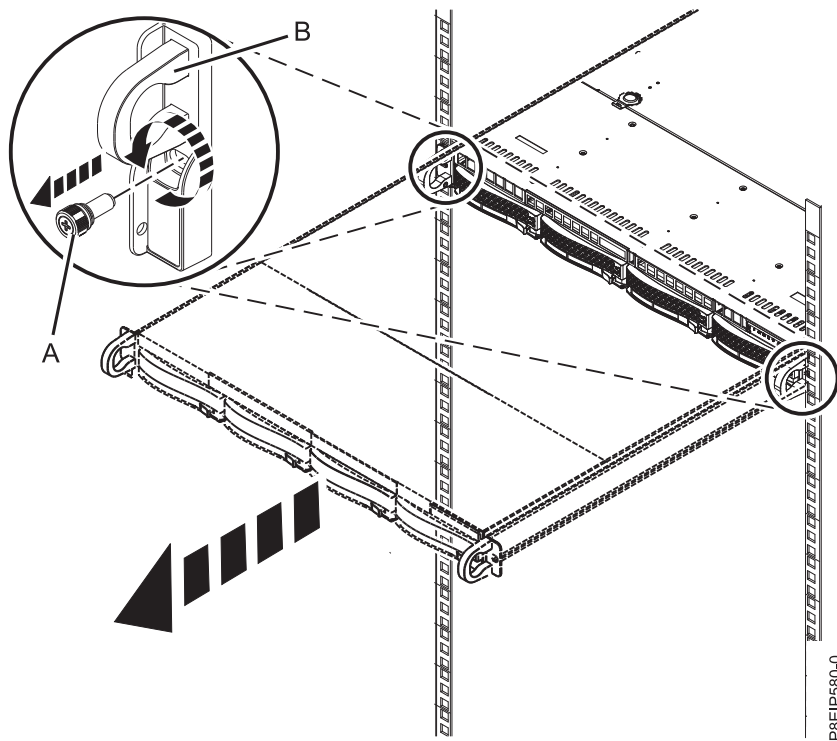

図 59. 前面のねじの取り外しとラックからのシステムの取り外し
2. システムの両側から、システムをラックに固定している前面のねじを取り外します (図 59 を参照)。